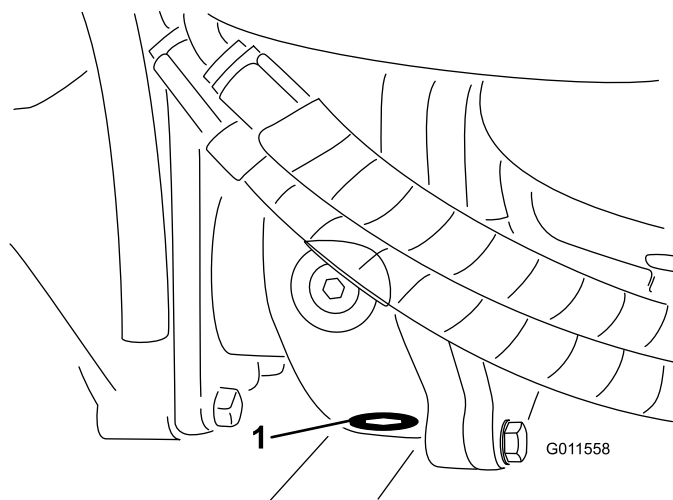

Figura 91
5. Limpe a zona em redor do tampão de escoamento no fundo da caixa de engrenagens (Figura 91).